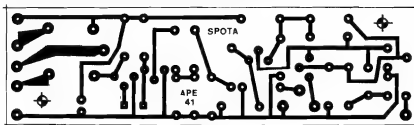

Fig.2
- FIG. 2 - LAY OUT DO CIRCUITO IMPRESSO - Apesar de pouco crítica (em termos de sensibilidade e ajustes...) uma montagem que envolva circuitos osciladores não se presta à implementação em outro sistema que não o de Circuito Impresso (quem quiser tentar a realização sobre ponte de terminais, pode, mas nada garantimos...). Além disso, o próprio lay out deve ter sido cuidadosamente elaborado e testado
(como o foi, o do SPOTA...), visando prevenir instabilidades, sensibilidade e interferências externamente geradas, etc. A fig. 2 mostra o diagrama de ilhas e pistas cobreadas da placa, numa configuração bastante compacta, na forma final de uma "tira" de fácil instalação em caixas padronizadas ou outros "ambientes" ou contêineres que se mostrem práticos para a utilização... O fundamental é copiar com cuidado o padrão (que na figura está em escala 1:1, tamanho natural, portanto...), usando tinta ou decalques ácido-resistentes... Depois deve ser executada a corrosão, furação e limpeza, seguidas da furação, tudo "nos conformes" das boas normas de confecção (em APE já foram abordados os aspectos práticos da confecção de Impressos - consulte os exemplares da Coleção...).
- O **trim-pot**, pelo calibre dos seus terminais, talvez também exija um certo "alargamento" nos respectivos furos da placa, para confortável inserção... Observem que as próprias "ilhas" da face cobreada (fig. 2), destinadas ao relê e ao **trim-pot**, são um pouco mais "taludadas", de modo a permitir um eventual e necessário "alargamento" dos furos centrais, de maneira a compatibilizar com as dimensões dos terminais dos citados componentes...
to metálico sensível ao toque de aproximação...) seja feita com cabagem muito longa... Se isso for inevitável, contudo, deve ser observada a seguinte condição: usar cabo **shieldado** (blindado), tipo **mono**, deixando-se a malha (ou ligação de "terra") sem conexão, na extremidade correspondente ao próprio sensor, e - na ponta correspondente à ligação à placa, conectando-se a dita malha à linha do **negativo** da alimentação (aquela trilha longa, paralela à borda inferior da placa, na fig. 2...).